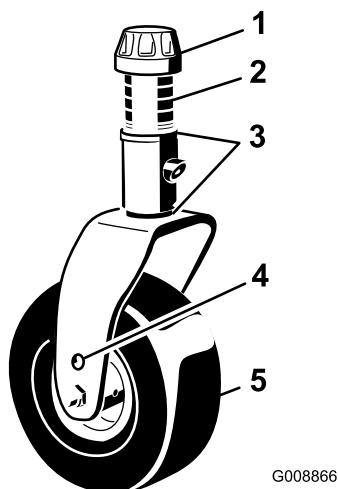

Figura 16
5. Togliete il tappo tenditore dall'asse del fusello ed estraete il fusello dal braccio della ruota orientabile (Figura 16).